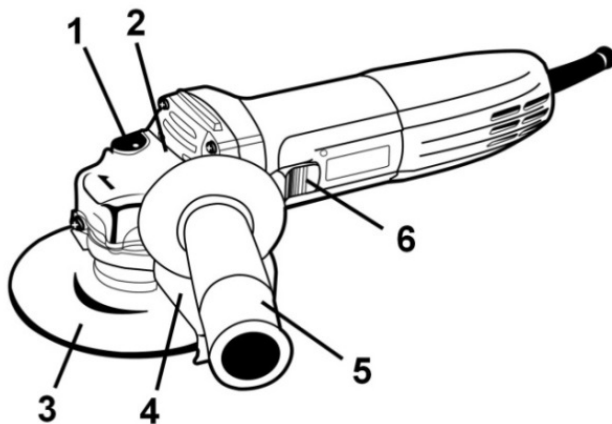

Рисунок 1
2.2.1 Конструкція виробу складається з одноступеневого редуктора з конічними шестернями в металевому корпусі (2), який приєднаний до пластикового несучого корпусу з колекторним двигуном змінного 1-фазного струму, перемикачем (6), мережевим шнуром живлення згідно з рис.1. Вихідний вал редуктора розташований перпендикулярно осі двигуна і є робочим шпинделем для приєднання змінних насадок (абразивних дисків) (3) з фіксацією затискною гайкою, або накрученими на шпindel. На металевому корпусі (2) хомутівим з'єднанням закріплений захисний кожух (4) з можливістю фіксованого позиціонування по колу. Для фіксації шпинделя під час зміни дисків (3) в корпусі редуктора (2) передбачений кнопковий фіксатор (1). Електрична частина виробу складається з колекторного однофазного електродвигуна змінного струму, вимикача електричного струму, з'єднувальних проводів і мережевого шнура. Захист від ураження електричним струмом користувача у виробу відповідає класу II за ДСТУ EN 61140:2015.